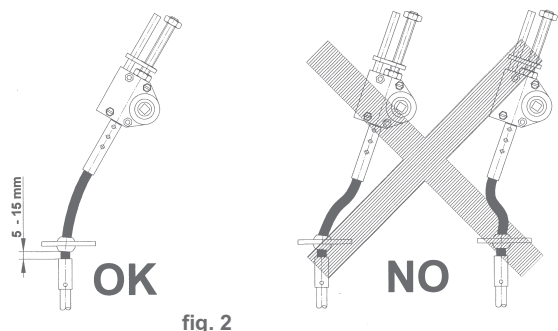

fig. 2
- *Joint flexible* : il permet un montage qui ne serait pas parfaitement linéaire ; éviter malgré tout les doubles variations de ligne. La partie flexible qui ressort sous la plaque doit être comprise entre 5 et 15 mm (voir fig. 2).